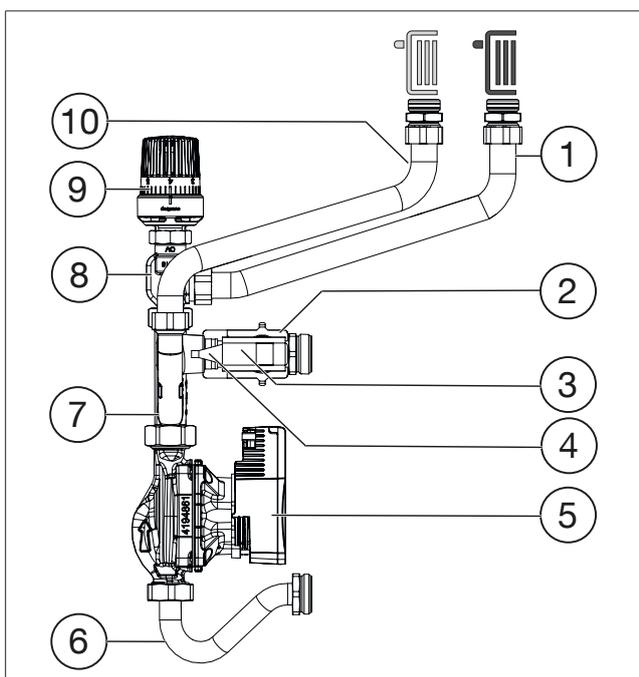
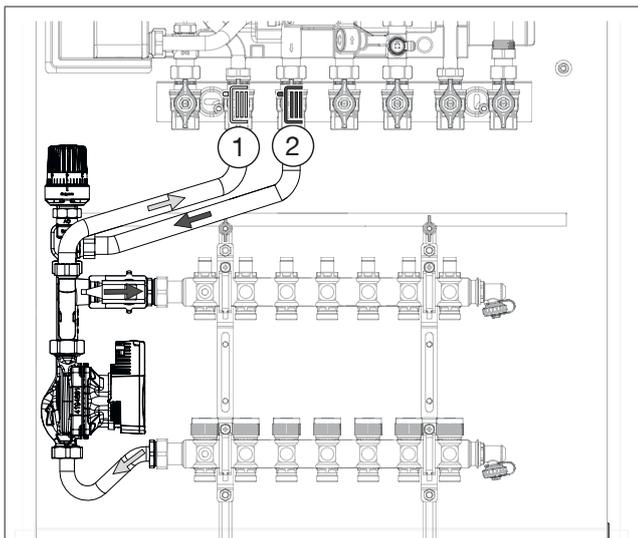

Fig. 2: Configuration du module de réglage de la température de départ
Fig. 4: Bouclage de l'eau de chauffage dans le module de réglage de la température de départ
La température de départ désirée est réglée à l'aide du régulateur de température (voir Fig. 2 en page 27 (9)). Dès que la sonde en applique (voir Fig. 2 en page 27 (4)) détecte une température de chauffage trop basse, le régulateur de température ouvre le robinet (voir Fig. 2 en page 27 (8)). De l'eau chaude de l'aller de la station d'appartement «Regudis W-HTE» entre dans le module de réglage de la température de départ et est mélangée avec l'eau de chauffage. Dès que la température de départ réglée est atteinte, le régulateur de température ferme le robinet. Le bouclage de l'eau de chauffage du module de réglage de la température de départ dans les circuits de chauffage individuels du distributeur/collecteur pour surfaces chauffantes (voir Fig. 4 en page 28) est effectué par le circulateur à haut rendement (voir Fig. 2 en page 27 (5)).
1. Raccorder le module de réglage de la température de départ au distributeur/collecteur pour surfaces chauffantes (Fig. 4 en page 28). Veillez au raccordement correct de l'aller et du retour.
de réglage de la température de départ. (L'écrou d'accouplement du tube en acier inoxydable (voir Fig. 2 en page 27 (6)) sur le côté aspiration du circulateur est seulement serré à la main.)
3. Dévisser le capuchon de protection et visser le régulateur de température sur le robinet (voir Fig. 2 en page 27).